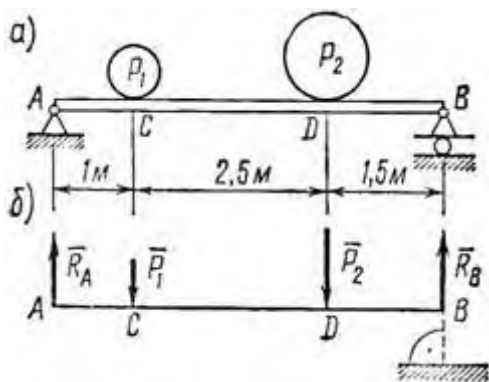

Рисунок 12
3. На горизонтальную балку АВ, левый конец которой имеет шарнирно-неподвижную опору, а правый – шарнирно-подвижную, в точках С и D поставлены два груза: $P_1 = 10$ кН и $P_2 = 20$ кН (рис. 12, а). Определить реакции опор балки.